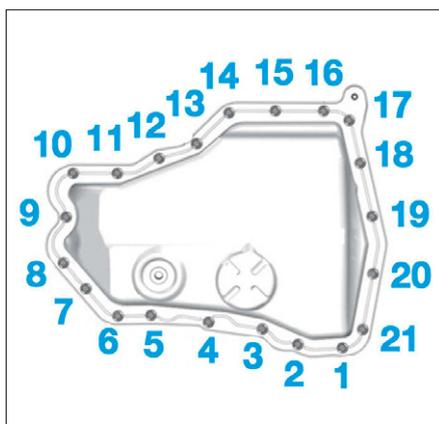

FIG. 26
- Respecter l'ordre de serrage du carter inférieur (Fig.26).